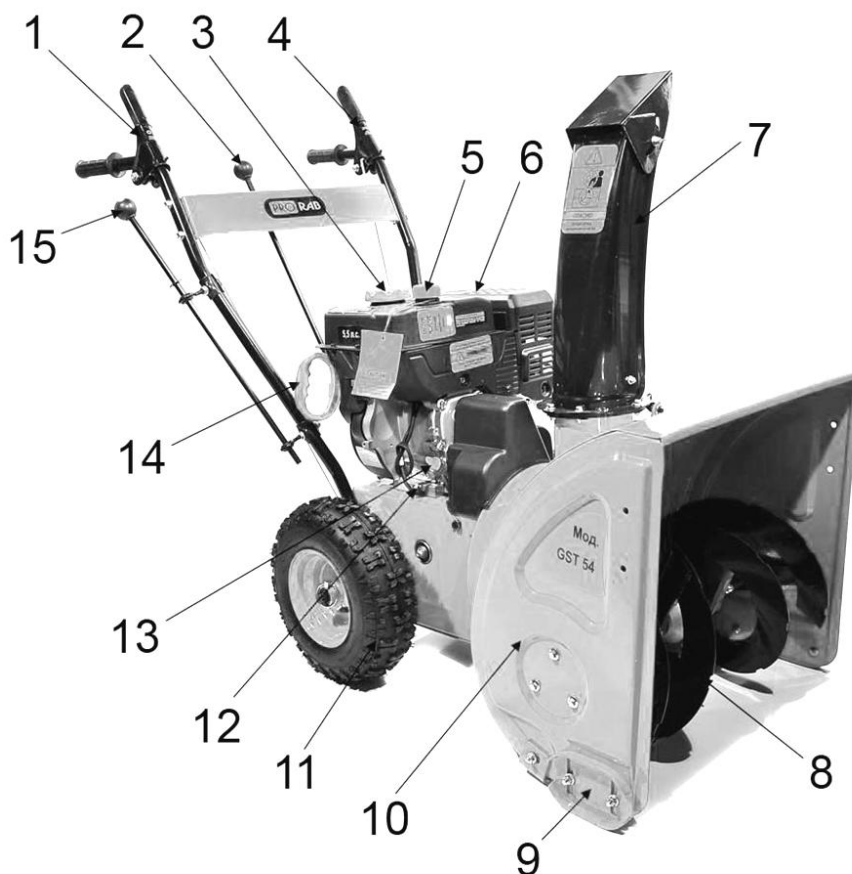

Рис. 1
- Открутите крышку топливного бака (3) (См. Рис.1)